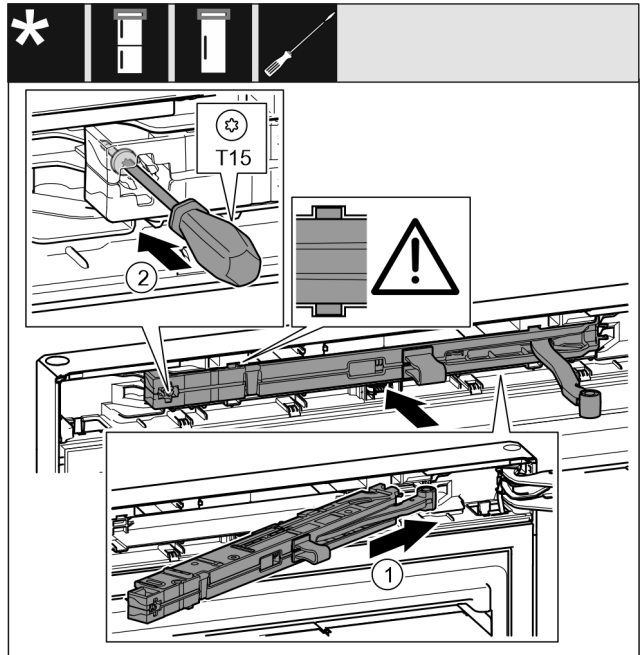

Fig. 41
- Côté support de palier, pousser l'unité d'amortissement de fermeture *Fig. 41 (1)* jusqu'en butée de biais dans l'évidement.
- Serrer la vis *Fig. 41 (2)* avec un tournevis.